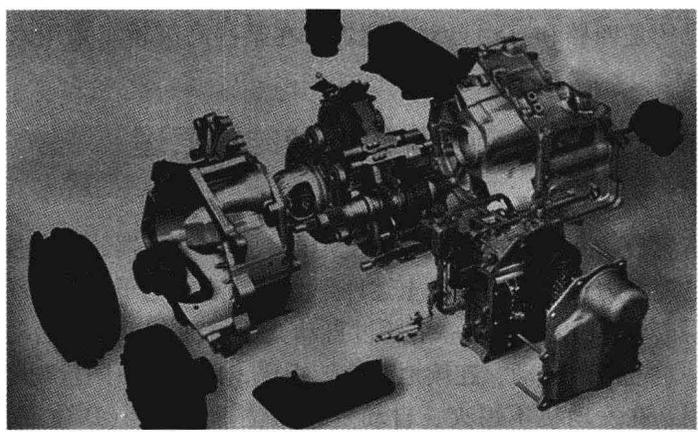

图 1-6 DSG 变速器结构
3) 直接换挡变速器 DSG。DSG (Direct Shift Gearbox) 变速器也称为 S-Tronic 变速器或者双离合变速器 (Double-clutch Gearbox)。其特殊的地方是采用两个离合器进行自动换挡，比别的变速器换挡更快，传递的转矩更大而且效率更高。大众汽车在 2002 年于德国沃尔夫斯堡首次向世界展示了这一技术创新。DSG 可以手动换挡也可以自动换挡，它比传统的自动变速器易于控制也能传递更多功率，但又比手动变速器反应更快。DSG 变速器结构见图 1-6。